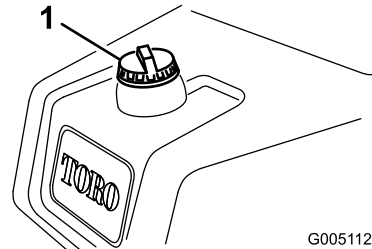

図 21
1. 燃料キャップの周囲をきれいに拭いてキャップを外す 図 21。